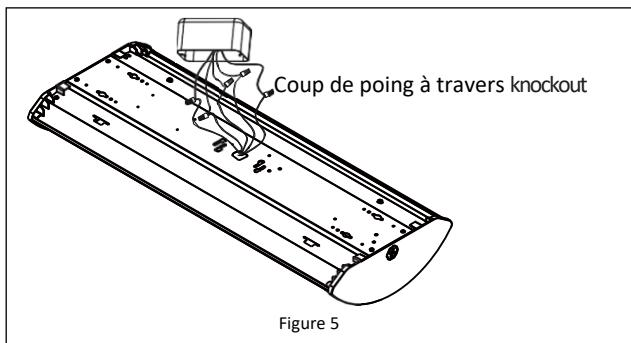

Figure 5
2. Enfoncez la débouchure centrale et tirez sur les fils noir, blanc et vert pour les faire passer à travers l'orifice. **Reportez-vous à la Figure 5.**
Remarque : Les fils peuvent être branchés à l'intérieur du luminaire ou à l'intérieur de la boîte de jonction (**reportez-vous à la figure 5**).